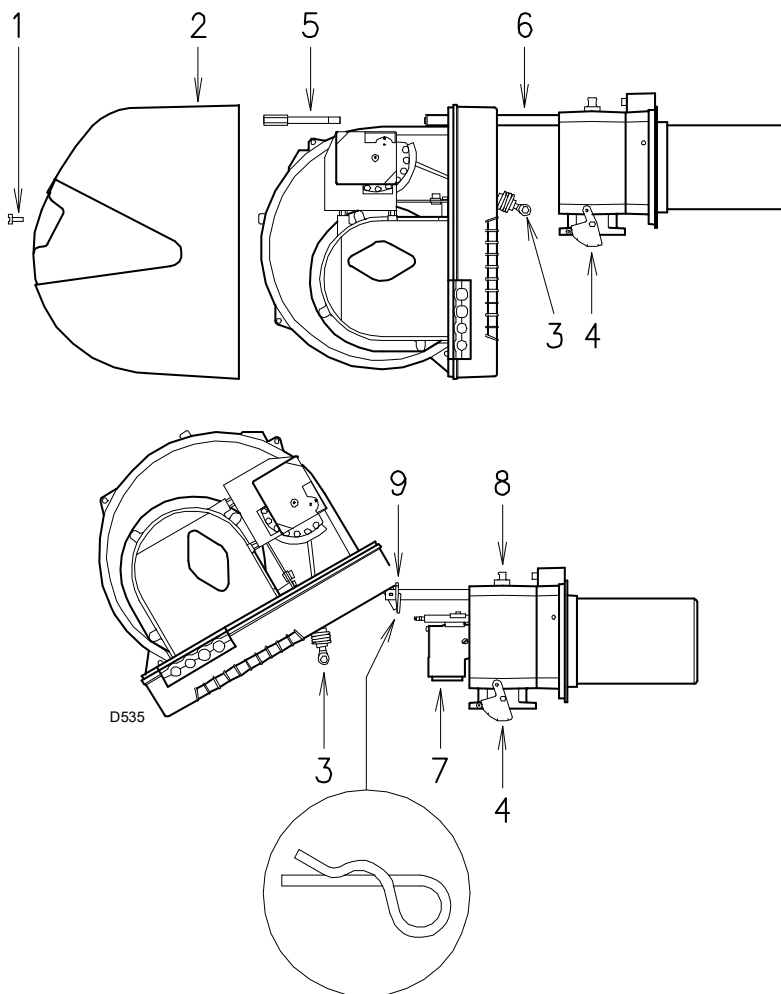

Abb. 33
- Die Schraube 1)(Abb. 33) herausdrehen und die Brennerhaube 2) abnehmen.
- Den Splint 9)(Abb. 33) entfernen und den Brenner bis auf etwa 100 mm von der Muffe wegschieben.